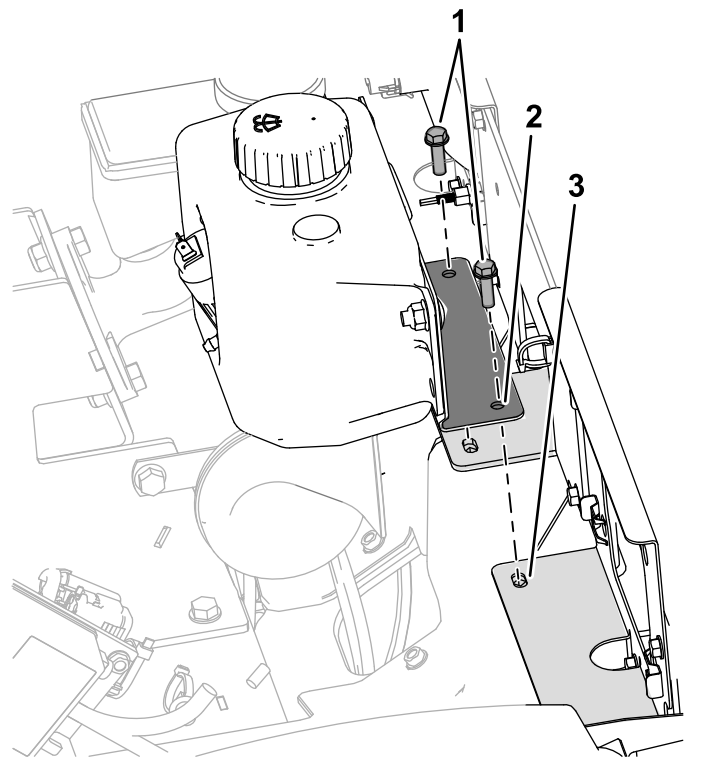

Figure 37
4. Alignez les trous dans le support de réservoir et les trous dans le support inférieur de phare (Figure 37).
5. Fixez le support du réservoir au support inférieur de phare à l'aide des 2 boulons à tête hexagonale à embase ($\frac{1}{4}$ " x $\frac{7}{8}$ ") que vous avez retirés à l'opération 3 (Figure 37).